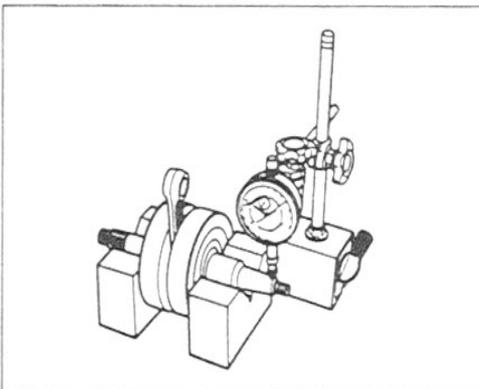

Bild 169
-  Kurbelwelle wie in Bild 169 lagern und Schlag der Wellenstümpfe messen; Verschleissgrenze 0,07 mm.